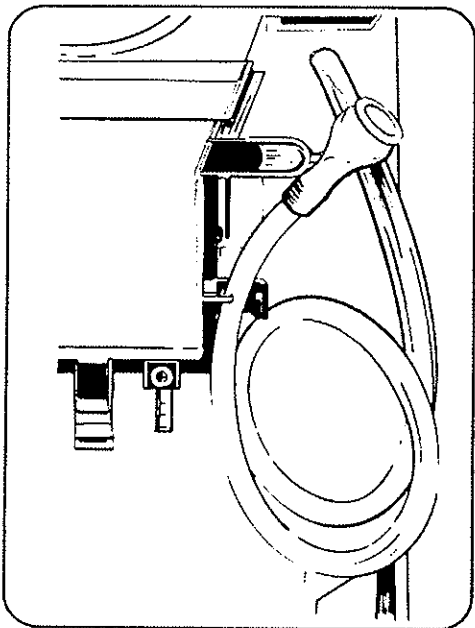

fig. 2
- bevestig de slang met de kleine doormeter (vulslang volgens fig. 2.